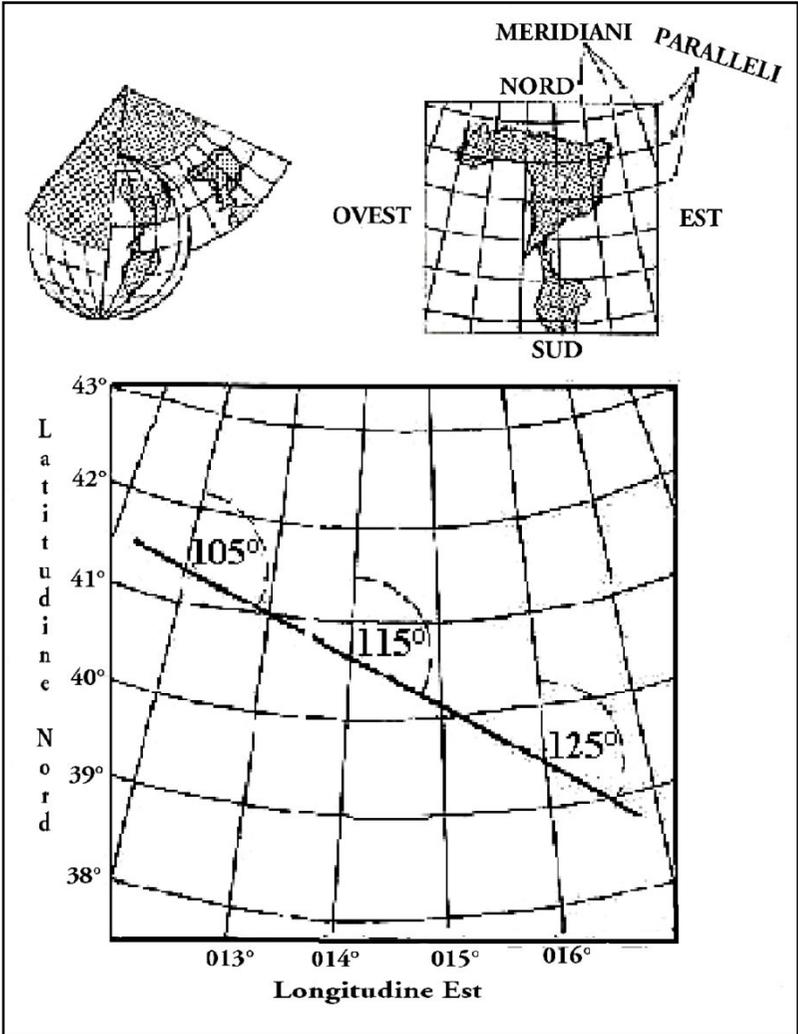

FIG. 7 – CARTA LAMBERT
1) La LAMBERT è una carta aeronautica a proiezione conica, centrografica, adatta alle brevi distanze. **FIG. 7**